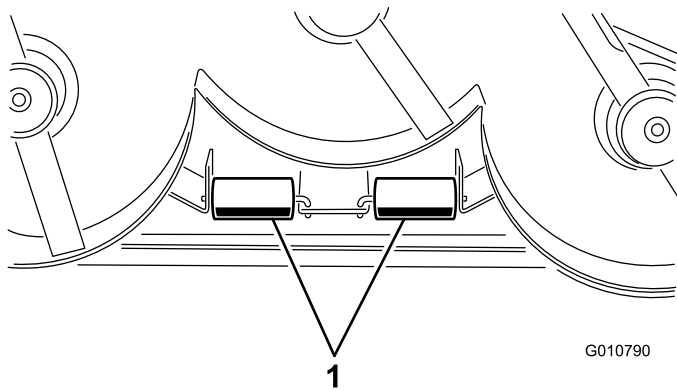

図 12
1. ローラのシャフトをデッキ裏側のブラケットに固定しているコッターピンを取り外す(図 12)。